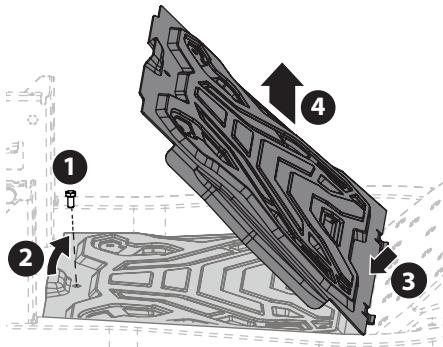

Figura 34
1. Con una herramienta para usos múltiples (si está equipada) o una llave de cubo de 1/2 pulgada, extraiga el tornillo de cabeza hexagonal que sujeta el panel del piso en su lugar (1 en la Figura 34).
2. Levante con cuidado la parte trasera del panel del piso (2 en la Figura 34).
3. Para liberar el frente del panel del piso, deslícelo hacia atrás (3 en la Figura 34).
4. Levántelo para separarlo del tractor (4 en la Figura 34).